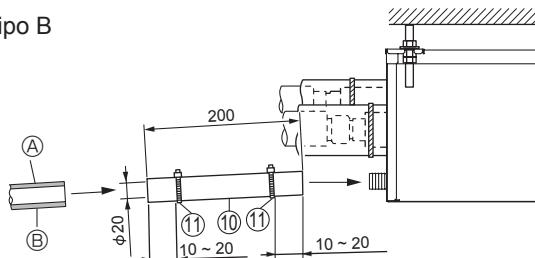

Fig. 8-1
- (1) Aplique adhesivo de PVC (adquirido localmente) a la conexión de drenaje de la caja de derivación y presione el tubo de drenaje (10) que se adjunta en la conexión hasta que llegue al tope. (Fig. 8-1)
- (2) Inserte un tubo en PVC duro (VP-16, adquirido localmente) en el tubo de drenaje (10) que se adjunta; péguelos y fíjelos. (Fig. 8-1)
- (3) Coloque la cinta (11) en el tubo de drenaje (10) que se adjunta. (Fig. 8-1)